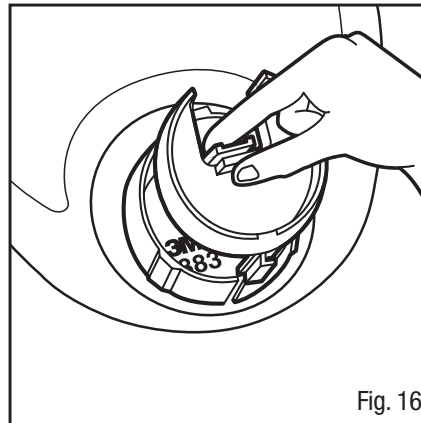

Fig. 16
- Apriete la lengüeta de seguro en la parte posterior del administrador de aire 6881 y jale hacia atrás para desenganchar de la base de puerto DIN 6883 (Fig. 16).
5. Alinee la lengüeta en el fondo del administrador de aire 6881 con la ranura en el fondo de la base de puerto DIN 6883 (Fig. 16). Deslice hacia adelante y presione la perilla central hasta que la lengüeta de seguro haga un clic en la posición correcta.